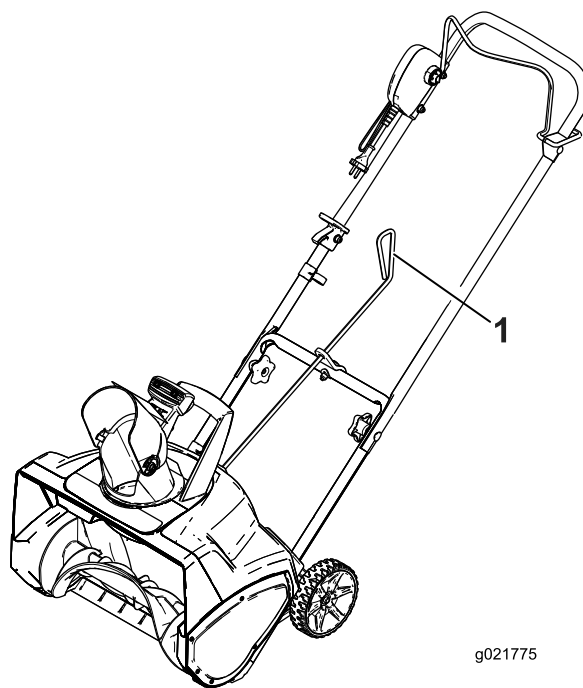
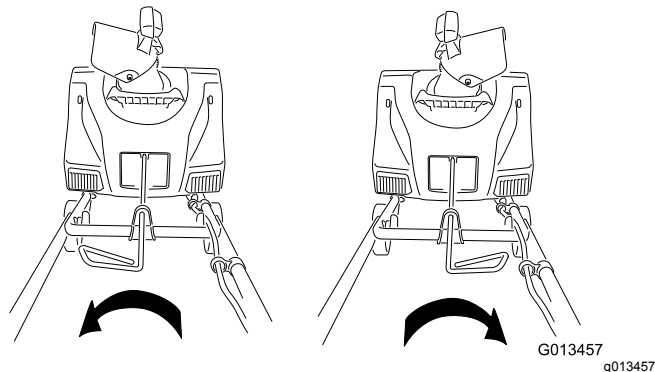

Рисунок 6
Рисунок 7
- Переместите рукоятку штока управления желобом, чтобы убедиться в том, что он движется в том же направлении, что и желоб (Рисунок 7).
- Убедитесь, что рукоятка штока управления желобом направлена вверх (Рисунок 6), и вставьте шток в профилированное отверстие в задней части корпуса.
Чтобы отрегулировать желоб для выброса снега, переведите рукоятку на штоке управления желобом в том направлении, куда вы хотите направить струю снега (Рисунок 6 и Рисунок 7).